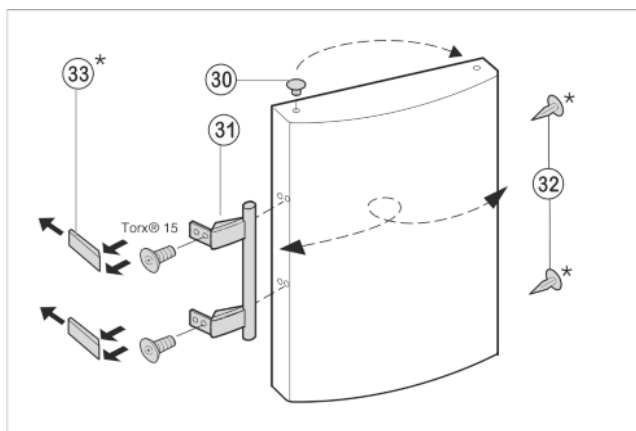

Fig. 7
- ▶ Wyciągnąć wkładkę Fig. 7 (30) z zawiasu drzwi i przełożyć na drugą stronę.
- ▶ Zdemontować uchwyt drzwi Fig. 7 (31), zatyczki Fig. 7 (32) oraz płytki dociskowe Fig. 7 (33) i przełożyć je na przeciwną stronę.